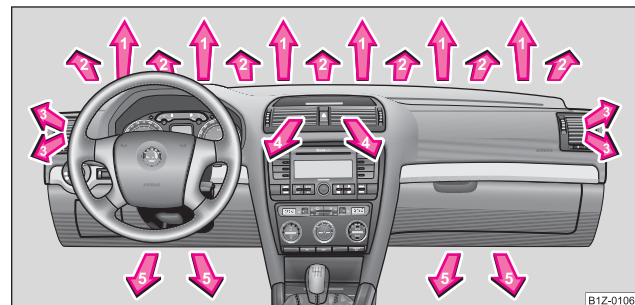
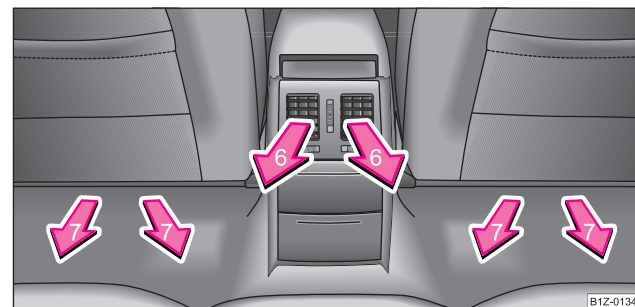

Fig. 124 Difusores de salida de aire delanteros
Fig. 125 Difusores de salida de aire traseros
- Oriente los difusores **3** y **4** de tal modo, que la corriente de aire esté dirigida ligeramente hacia arriba ⇒ página 139, fig. 124.
- Oriente los difusores **2 y 3** ⇒ página 139, fig. 124 de tal modo, que la corriente de aire esté dirigida ligeramente hacia arriba.
Ud. puede regular la distribución de aire a los difusores mediante las teclas de la unidad de mando del Climatronic ⇒ página 136. Los difusores **3**, **4** ⇒ página 139, fig. 124 y **6** ⇒ página 139, fig. 125 se pueden cerrar y abrir por separado: